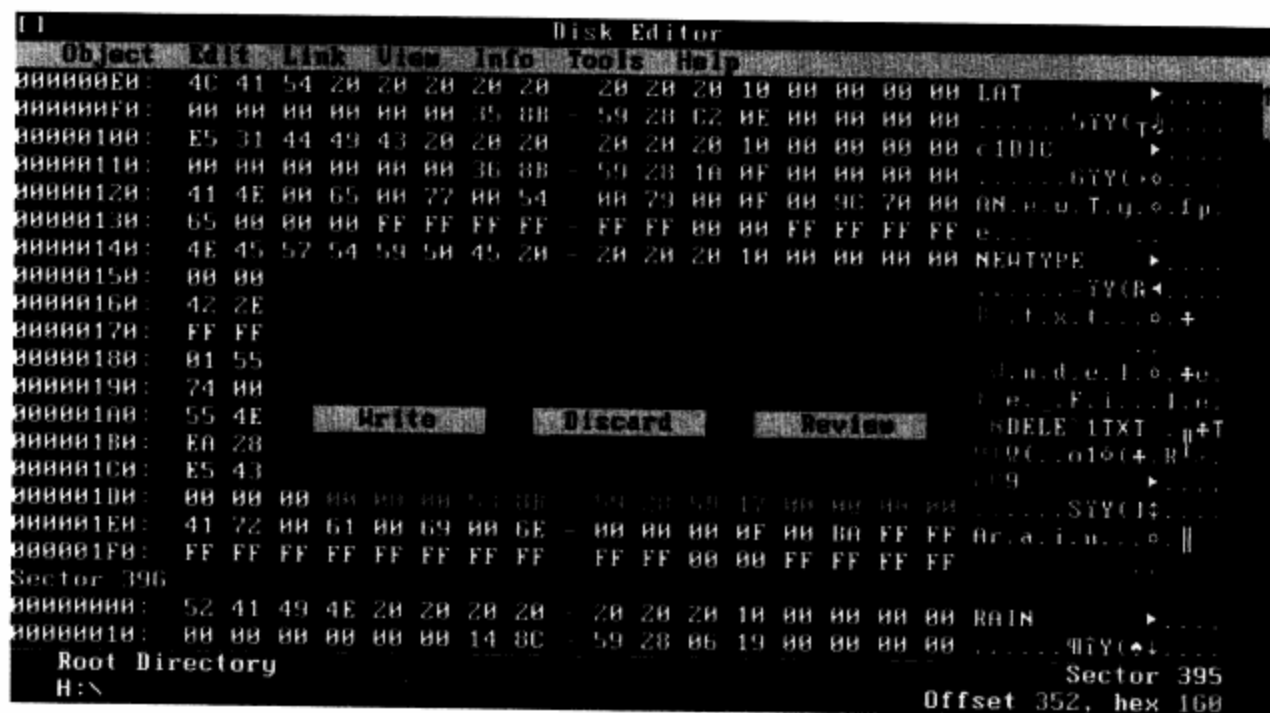

图13-27 选择Write保存修改结果
**步骤 09** 按Esc键，在出现的图13-27中选择Write将修改结果存盘。恢复文件结束。